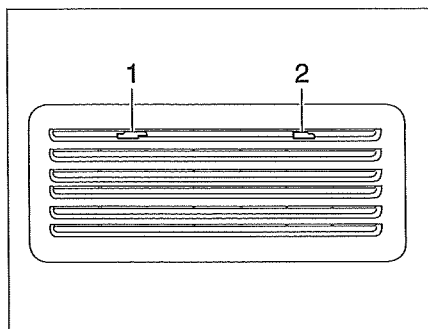

Bild 132 Kylskåpets ventilationsgaller (Thetford)
- Skjut spärren (Bild 132, och 2) till mitten.